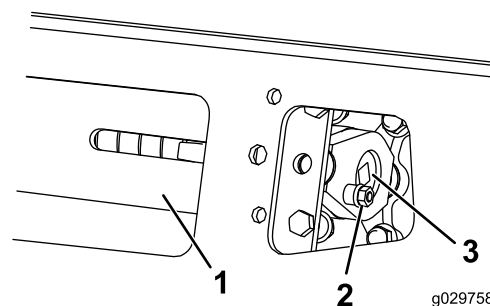

**Figura 58**
Verificate che il blocco tenditore sia allineato con la guida verde sull'adesivo oppure che il blocco si trovi a una distanza di 1,3 cm dalla parte posteriore della scanalatura del tubo tenditore (Figura 58).
- Utilizzando un cricchetto di trasmissione da  $\frac{1}{2}$ " ruotate la vite di tensione, fino a quando il blocco tenditore non si allinea con la guida verde sull'adesivo, oppure non si trova a una distanza di 1,3 cm dalla parte posteriore della scanalatura del tubo tenditore (Figura 58).
- Verificate che il blocco tenditore sia allineato con la guida verde dell'adesivo oppure si trovi a una distanza di 1,3 cm dalla parte posteriore del tubo tenditore per entrambi i cingoli (Figura 58). All'occorrenza regolate.